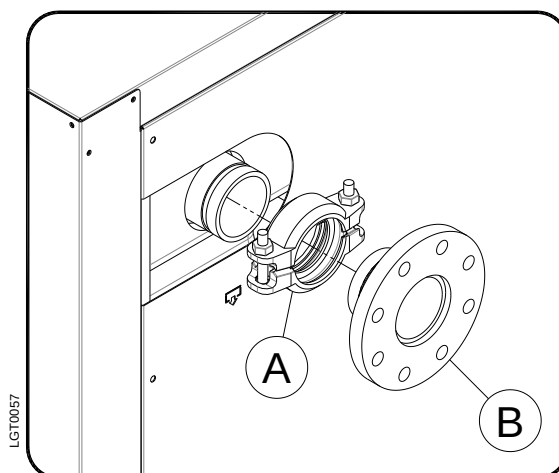

Fig.2
Montage de la bride de raccord (B) et du collier d'assemblage (A) (voir fig.2).